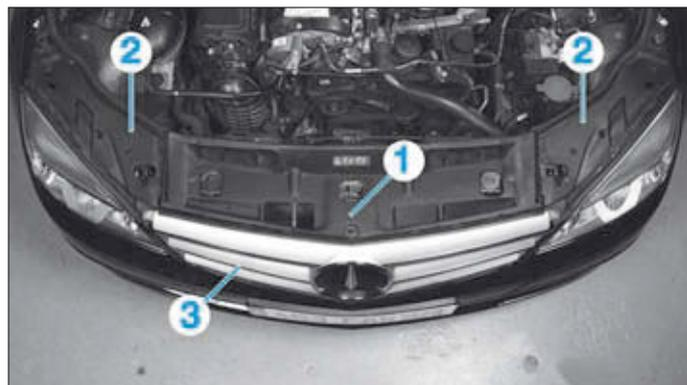

FIG. 7
- Déposer (Fig.7) :
- l'enjoliveur central (1),
- les enjoliveurs latéraux (2),
- la calandre (3) (voir chapitre "Carrosserie").